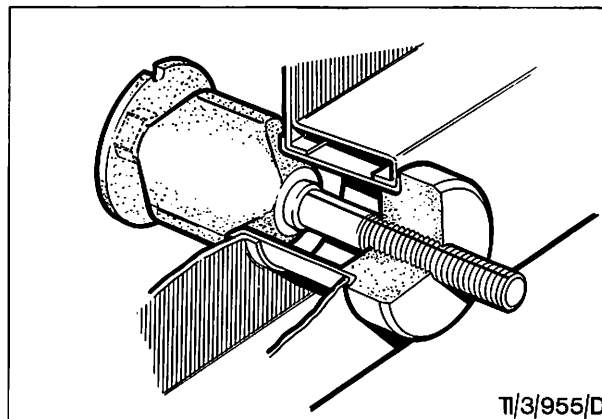

Abb. 13 Neue Büchse in den Längsträger einziehen
2. Neue Büchse mit Lösung nach FORD-Spezifikation 2-M2C-1015-A bzw. mit 25%iger Seifenlösung einschmieren und mit Werkzeug 14-016 in den Längsträger einziehen. Abb. 13.